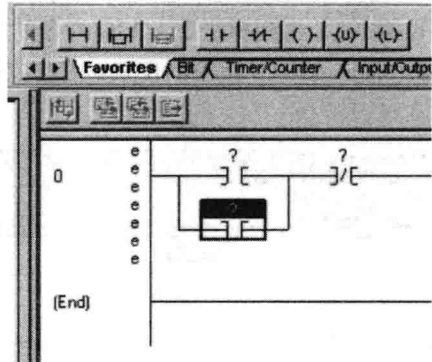

图 1-18 在分支上插入闭合指令
18. 将 XIC 拖到新创建的分支上，直到绿色点出现。现在显示的梯级应与图 1-18 所示相同。